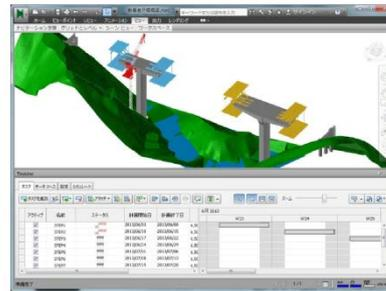

図5 工程・コストまで拡張させた試行
- ④工程・コストまで拡張させた試行(進捗管理・出来高査定等) [図5]
- ⑤維持管理を想定した施工管理記録の橋梁モデルへの登録
- ⑥その他(橋梁モデリングの検証など)